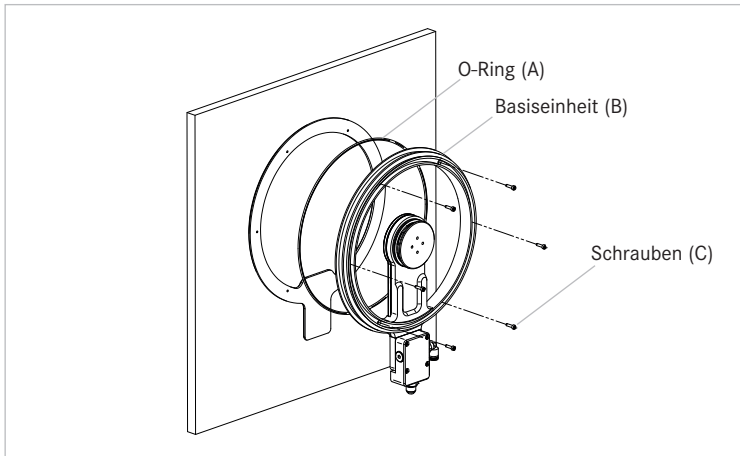

Abbildung 7: Montage Basiseinheit SPINVISTA
- Legen Sie den O-Ring (A) in die entsprechende Nut auf der Unterseite der Basiseinheit (B). Achten Sie darauf, den O-Ring nicht zu überdehnen.
- Drücken Sie die Basiseinheit leicht auf die Montageplatte und richten Sie die Löcher der Basiseinheit zu denen der Montageplatte aus (Abbildung 7).
- Schrauben Sie die Basiseinheit beginnend von oben kreuzweise mit den mitgelieferten Schrauben (C) an der Montageplatte fest.